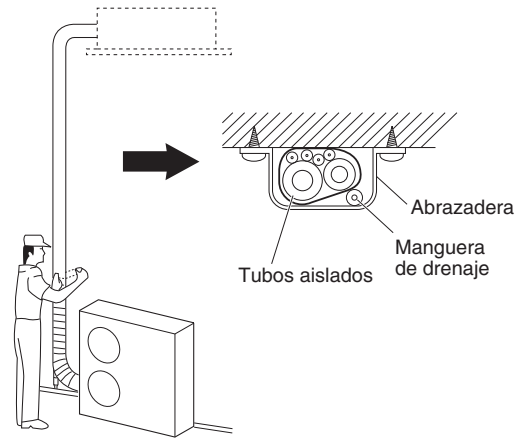

Fig. 5-9
- (1) Ahora, en los tubos de refrigerante (y en el cableado eléctrico si lo permiten las regulaciones locales) se deberá colocar la cinta conjuntamente con cinta blindada en 1 agrupamiento. Para evitar que rebose la condensación de humedad por la bandeja de drenaje, mantenga separada la manguera de drenaje de la tubería de refrigerante.
- (2) Envuelva la cinta blindada desde la parte inferior de la unidad exterior hasta la parte superior de la tubería por donde entra en la pared. A medida que envuelva la tubería, superponga la mitad de cinta a cada vuelta que dé.
- (3) Fije el agrupamiento de tubos a la pared, utilizando 1 abrazadera aproximadamente por cada metro. (Fig. 5-9)